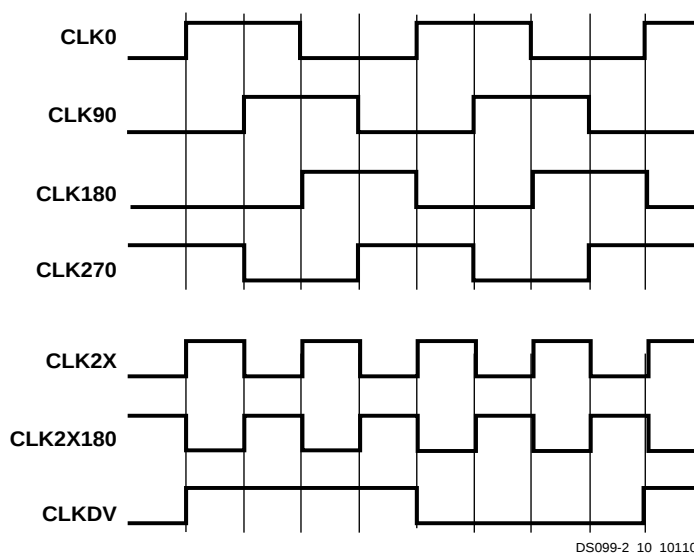

図 43：DLL クロック出力の特性
CLKIN の位相を 0 に揃えた CLK0 信号のほかに、DLL では 90 度、180 度、および 270 度に位相シフトした CLK90、CLK180、CLK270 信号を生成できます。これらの信号については 49 ページの表 28、タイミングは図 43 を参照してください。90 度より細かく制御する場合は、「位相シフト (PS)」を参照してください。